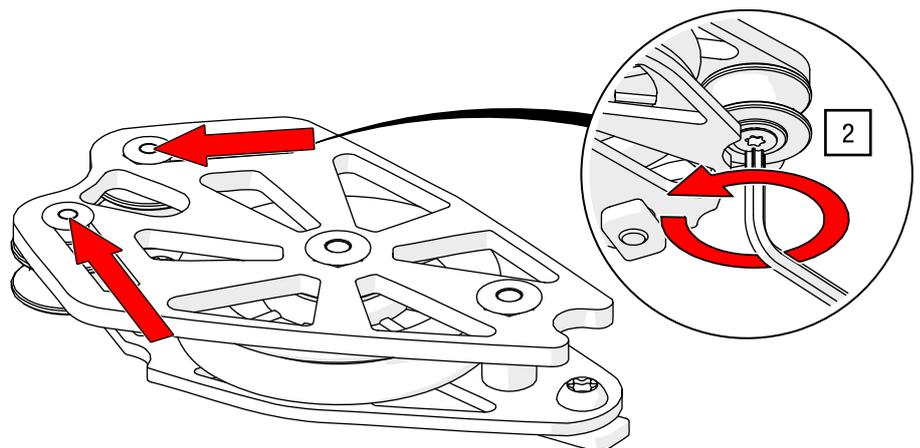

Abb. 87: Obenliegende Seilführung – Umlenkrolle einstellen
2. Lösen Sie die Führungsrollen an der Umlenkrolle, schieben Sie diese auf die äußere Position und ziehen Sie die Schrauben wieder mit einem TORX®-Schlüssel T30 und 11 Nm an (siehe Abb. 87).